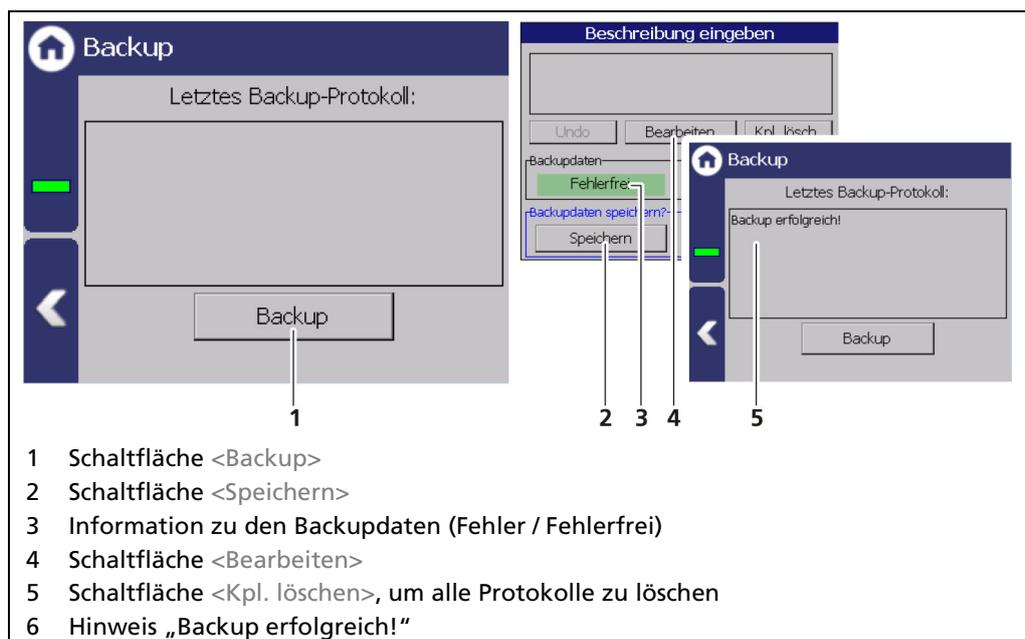

Abb. 132 Backup
2. Der USB-Speicher wird nach einigen Sekunden vom System erkannt und die Schaltfläche <Backup> (Abb. 132, Pos.1) kann angeklickt werden.
3. Klicken Sie auf die Schaltfläche <Backup> (Abb. 132, Pos.1).
- ▶ Im Feld „Backupdaten“ erscheint bei fehlerfreien Backup-Dateien die Meldung „Fehlerfrei“ (Abb. 132, Pos.3).
- ▶ Bei erfolgreichem Kopiervorgang erscheint der Hinweis „Backup erfolgreich!“ (Abb. 132, Pos.6).